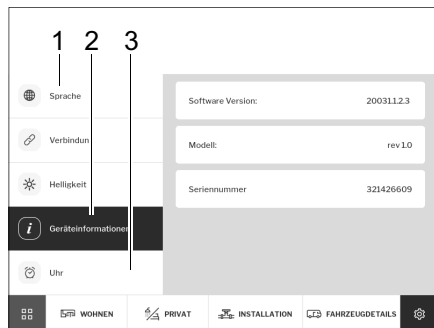

Fig. 281 Lingua, informazioni sul dispositivo, orario
- Digitare il pulsante *Lingua* (Fig. 281,1) e impostare la lingua di display desiderata.
- Digitare il pulsante *Ora* (Fig. 281,3) e impostare l'orario.
- Digitare il pulsante *Informazioni sul dispositivo* (Fig. 281,2). Vengono visualizzate alcune informazioni riguardanti il dispositivo (versione di software, modello e numero di serie).